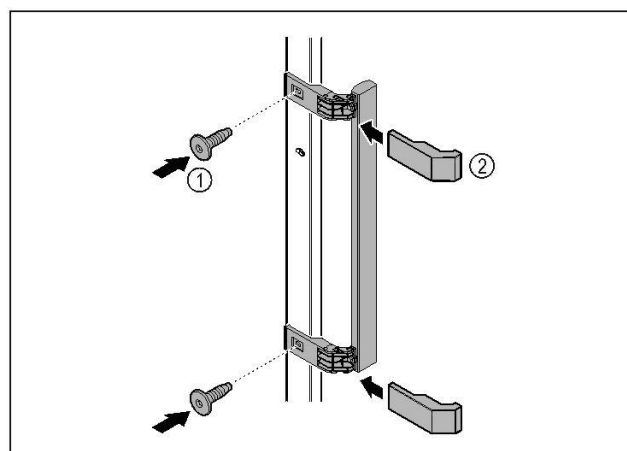

Fig. 7
|| Meegeleverde greep met de meegeleverde schroeven Fig. 7 (1) op de deur aanbrengen.
|| Afdekking Fig. 7 (2) plaatsen.